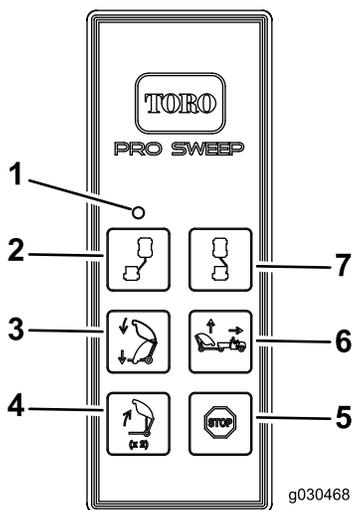

図 28
2. ホッパーのダンプボタンを一秒間押し、ボタンから手を離して一秒間待ち、もう一度ボタンを押す 図 28。